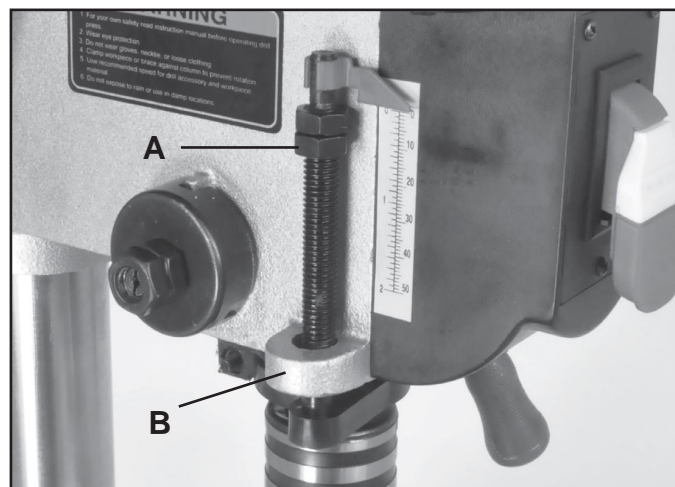

FIG. 7
7. **TOPE DE PROFUNDIDAD:** El tope de profundidad y la escala se encuentran en el lado izquierdo del interruptor. Para ajustar, baje el mandril hasta que el puntero muestre la profundidad deseada en la escala. Afloje la tuerca inferior en el eje roscado (FIG. 7, A) hasta que toque fondo en el cabezal fundido (B). Apriete la tuerca superior contra la tuerca inferior para mantener el ajuste.